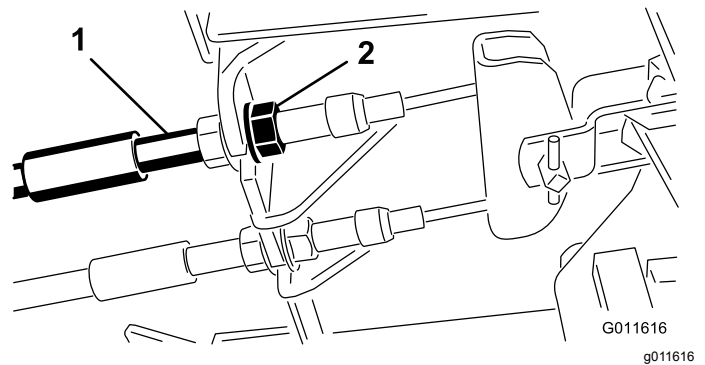

Figure 67
1. Pour réduire la garde aux pédales de frein, serrez les freins en desserrant l'écrou avant sur l'extrémité fileté du câble de frein (Figure 67).